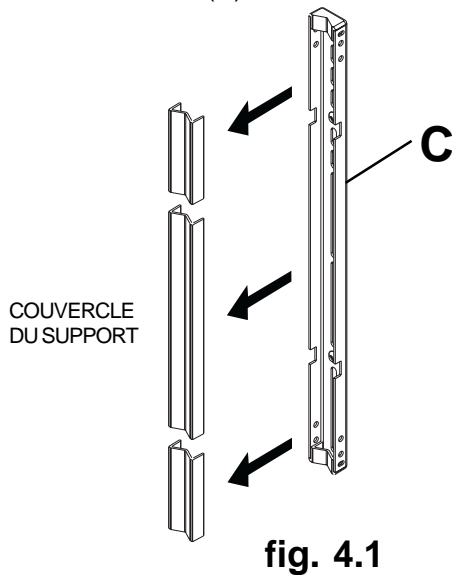

fig. 4.1
- 4** **REMARQUE :** Si l'écran a une configuration de trous VESA, passez à la page 40. En utilisant la configuration de trous illustrée dans le Détail 2, attachez la plaque adaptatrice au support adaptateur universel (B) ou à la plaque adaptatrice dédiée à l'aide de quatre vis M10 x 15 mm (G) comme illustré. Serrez les vis à l'aide de la clé hexagonale de 6 mm (K).
- 4-1** Retirez les couvercles des supports de l'écran (C) comme illustré à la Figure 4.1. Attachez deux supports d'écran (C) aux coulisseaux du support adaptateur universel (B) à l'aide de quatre vis cruciformes à tête plate M5 x 10 mm (H) comme illustré à la Figure 4.1.20.
4-5 Commencez par la vis la plus courte et vissez-la manuellement à l'écran en la faisant passer par la rondelle universelle et les supports de l'écran (C), comme illustré ci-dessous. La vis doit effectuer au moins trois tours complets dans le trou de fixation et tenir solidement en place. Ne serrez pas trop. S'il est impossible d'effectuer trois tours de vis complets, choisissez une vis plus longue dans le paquet de fixations. Répétez la procédure pour les autres trous de montage, mettez les supports de l'écran à niveau et serrez les vis. Enclenchez les couvercles de support à l'arrière des supports de l'écran (C), consultez la Figure 4.1 à la page 36.
4-6 Commencez par la vis la plus longue et vissez-la manuellement à l'écran en la faisant passer par la rondelle universelle, les supports de l'écran (C) et l'entretoise, dans cet ordre, comme indiqué ci-dessous. La vis doit effectuer au moins trois tours complets dans le trou de fixation et tenir solidement en place. Ne serrez pas trop. S'il est impossible d'effectuer trois tours de vis complets, choisissez une vis plus longue dans le paquet de fixations. Répétez la procédure pour les autres trous de montage, mettez les supports de l'écran à niveau et serrez les vis. Enclenchez les couvercles de support à l'arrière des supports de l'écran (C), consultez la Figure 4.1 à la page 36.